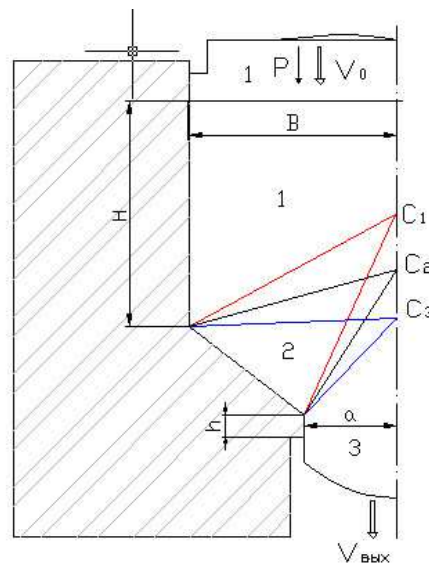

Рисунок 1.2 – Розбиття осередку деформування на 1 трикутний елемент
- 2 Побудувати розривне поле скоростей: розбити осередок деформування (ОД) на 1 жорсткий трикутний елемент. Варіювати положення точки С (рис. 1.2)